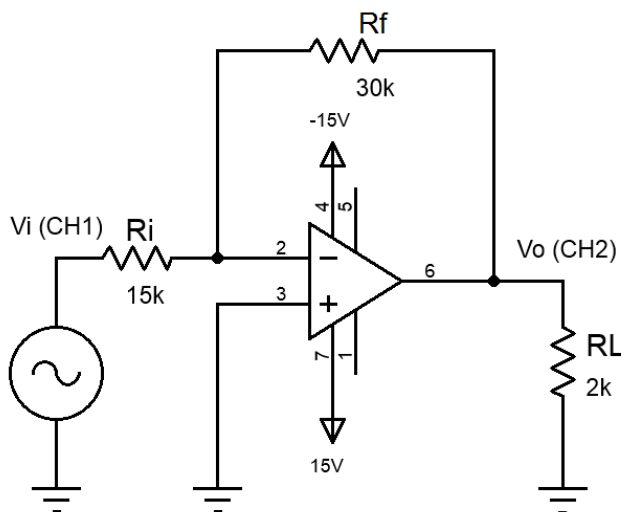

Figura 5. Amplificador Inversor e Terra Virtual. Adaptado de [3].
- Montar o circuito da figura 5.